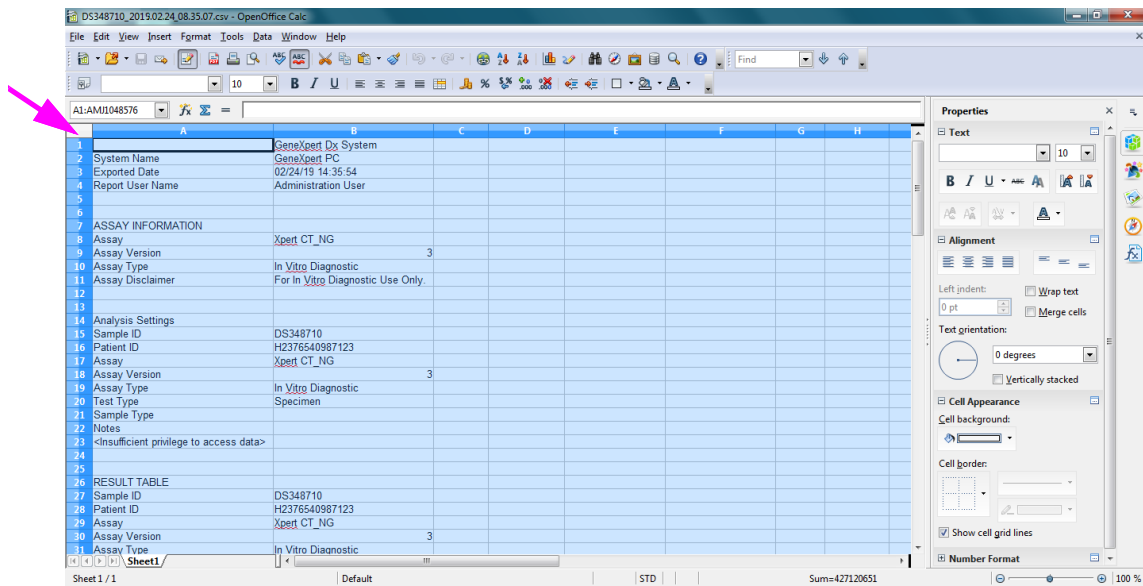

Figura D-5. Todas as células seleccionadas
6. Após efectuar as selecções, clique em **OK**. O ficheiro .csv será visualizado. Consulte a figura D-5.
7. Quando o ficheiro estiver aberto, clique no canto superior esquerdo da ficha de trabalho para realçar todas as células, conforme mostrado na figura D-5.